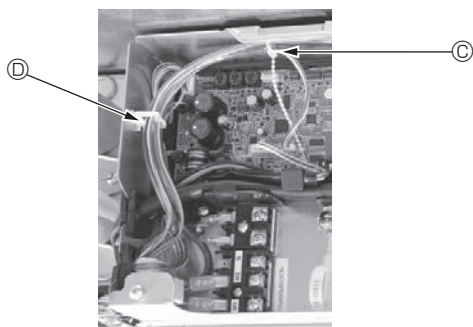
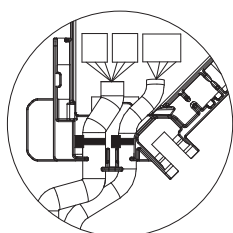

Fig. 5-15
Fig. 5-16
- Placez les excès de fils de jonction du capteur i-See et du récepteur de signal dans le boîtier des composants électriques dans le crochet pour fils, comme indiqué sur le schéma, et groupez les fils à l'aide de la fixation. (Fig. 5-15) Veillez à ce que le ruban qui maintient les fils de jonction du capteur i-See et du récepteur de signal soit bien positionné à l'intérieur de la boîte de raccordement. (Fig. 5-16)